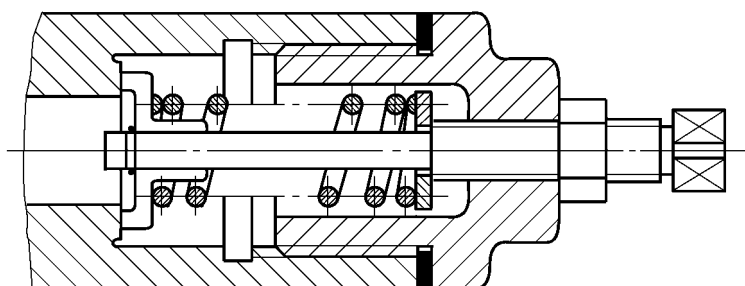

图1 装配图中的圆柱螺旋压缩弹簧画法
5.1 被弹簧挡住的结构一般不画出,可见部分应从弹簧的外轮廓线或从弹簧钢丝剖面的中心线画起(图1)。